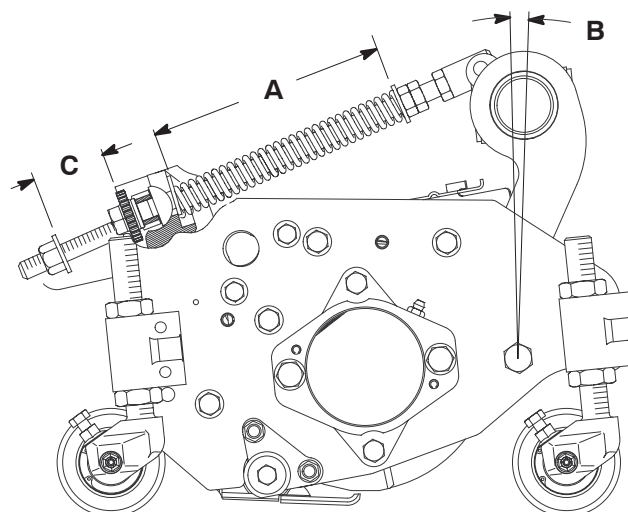

Bild 11
Die Rasenkompensierungsfeder (Bild 11), mit der der Trägerschassis am Mähwerk befestigt ist, steuert den Umfang der möglichen Vorwärts- bzw. Rückwärtsrotation und die Bodenfreiheit beim Transport und Wenden.
1. Ziehen Sie die Sicherungsmutter hinten an der Federstange fest, bis der Abstand **C** zwischen der Federhalterung hinten und der Scheibe vorne 26 mm beträgt (Bild 11).
2. Ziehen Sie die Sechskantmutter vorne an der Federstange fest, bis die komprimierte Länge **A** der Feder 203 mm beträgt (Bild 11).
Hinweis: Beim Schneiden von Roughs oder welliger Rasenfläche erhöhen Sie die komprimierte Länge **A** der Feder auf 216 mm und den Abstand **C** zwischen der Federhalterung hinten und der Scheibe vorne auf 39 mm (Bild 11).